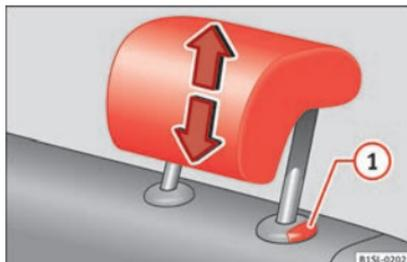

Fig. 119 Desmontar o encosto de cabeça traseiro.
- Extraia o encosto de cabeça por completo mantendo pressionado o botão » Fig. 119 .